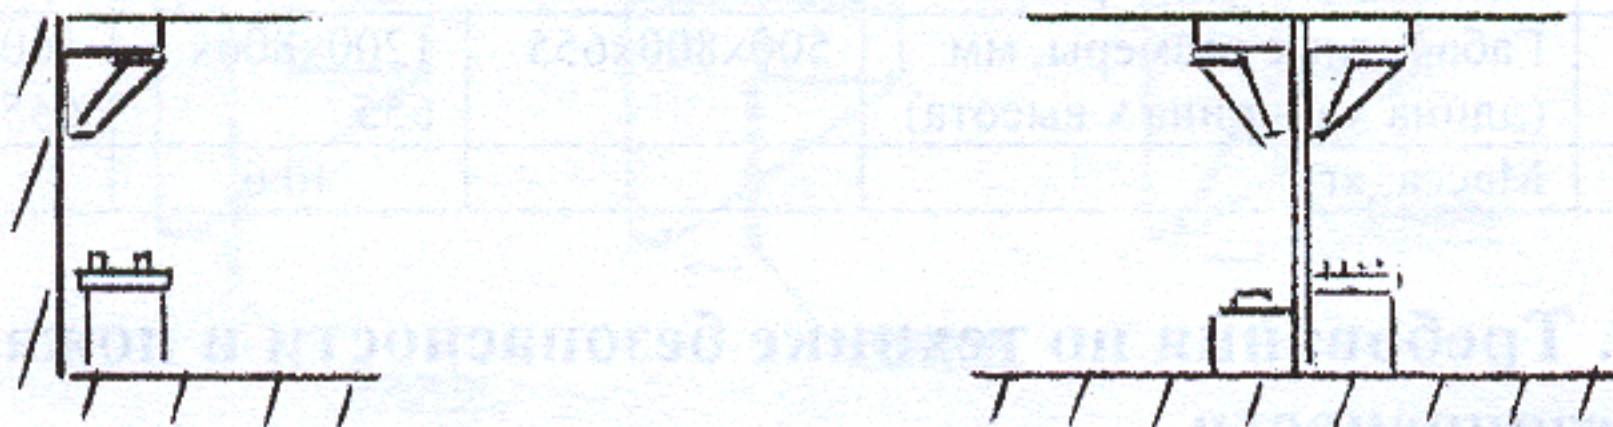

Рис. 4
5.6. Местный вентотсос прикрепленный как к стене, так и к ферме при островном варианте (см. рис.4).